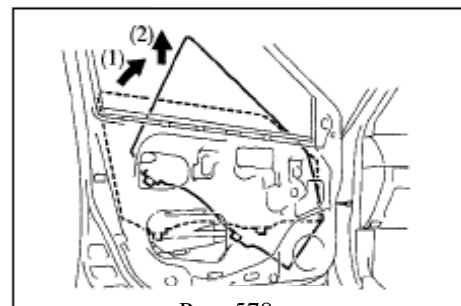

Рис. 578
- b. Выньте стекло левой передней двери, как показано на рисунке (рис. 578);